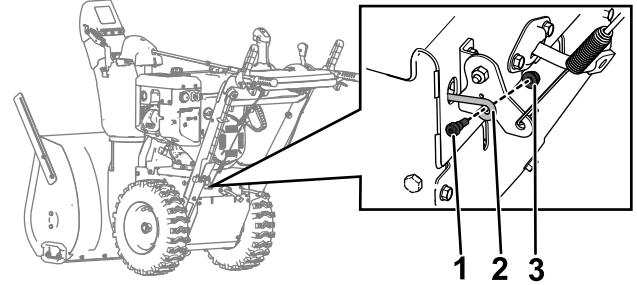

**Bild 6**
8. Entfernen Sie die Bowdenzughalterung des Fahrtriebs von der Anlasserhalterung, indem Sie die Schraube und Mutter entfernen, mit denen diese befestigt sind (**Bild 6**).